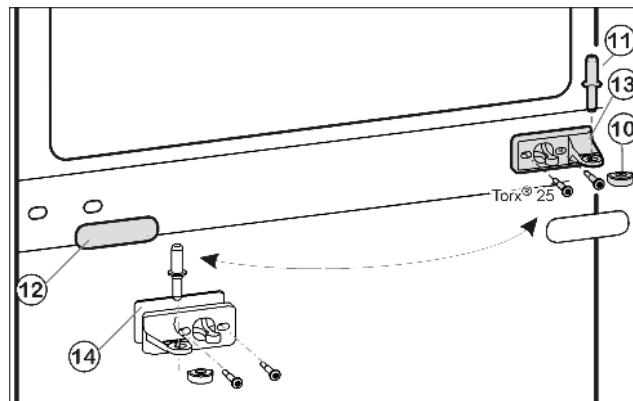
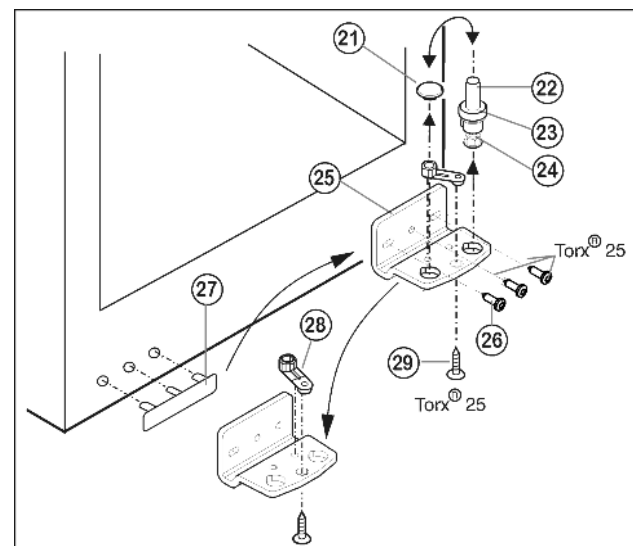

Fig. 9
Fig. 10
- ▶ Estrarre il perno di supporto centrale Fig. 9 (11) dal blocco di supporto e dalla porta inferiore.
- ▶ Staccare il coperchio di plastica Fig. 9 (10).
- ▶ Svitare il blocco di supporto centrale Fig. 9 (13) (2 x Torx® 25).
- ▶ Staccare il pannello di copertura Fig. 9 (12) facendo attenzione.
- ▶ Avvitare il blocco di supporto centrale Fig. 9 (13) con spessore Fig. 9 (14) ruotato di 180° sul nuovo lato cerniera saldamente a 4 Nm.
- ▶ Innestare nuovamente la copertura Fig. 9 (10) ruotata di 180° sul nuovo lato impugnatura.
- ▶ Togliere completamente il perno di supporto Fig. 10 (22) con lo spessore Fig. 10 (23) e il piedino di regolazione Fig. 10 (24), estrarre tirando verso l'alto.
- ▶ Togliere il tappo Fig. 10 (21).
- ▶ Svitare il blocco di supporto Fig. 10 (25) Fig. 10 (26).
- ▶ Svitare l'elemento di supporto Fig. 10 (28) e spostarlo Fig. 10 (29) nel foro di alloggiamento opposto, serrarlo nuovamente.
- ▶ Staccare la copertura lato maniglia Fig. 10 (27) facendo attenzione e spostarla sul lato opposto.
- ▶ Fissare nuovamente il blocco di supporto Fig. 10 (25) sul nuovo lato cerniere, eventualmente servendosi di un avvitatore a batteria (a 4 Nm) a 4 Nm.
- ▶ Inserire nuovamente il tappo Fig. 10 (21) nell'altro foro.
- ▶ Inserire nuovamente il perno di supporto Fig. 10 (22), con lo spessore e il piedino di regolazione. Prestare attenzione in modo l'arresto sia rivolto verso il dietro.
- Appoggiare la porta inferiore dall'alto sul perno di supporto in basso Fig. 10 (22).
- Applicare nuovamente il coperchio di plastica Fig. 9 (10) sul blocco di supporto centrale Fig. 9 (13).
- Inserire il perno di supporto centrale Fig. 9 (11) sul nuovo lato cerniera attraverso il blocco di supporto centrale Fig. 9 (13) nella porta inferiore.
- Mettere la porta superiore sul perno di supporto centrale Fig. 9 (11).
- Eventualmente allineare le porte sopra le due asole nel blocco di supporto in basso Fig. 10 (25) e nel blocco di supporto al centro Fig. 9 (13) a filo con l'involucro dell'apparecchio. Svitare la vite centrale nel blocco di supporto in basso Fig. 10 (25).